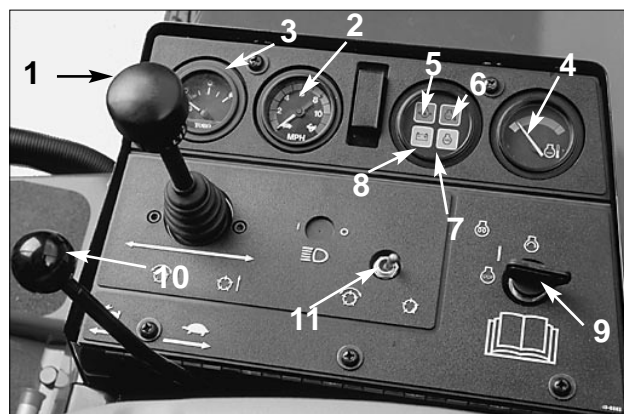

Fig. 10
**Hendel for senking/løfting av klippeenhetene** (fig. 10)—Denne løfter og senker klippeenhetene, samt starter og stopper sylindrene.
**Speedometer** (fig. 10)—Viser klipperens kjørehastighet.
**Drivstoffmåler** (fig. 10)—Viser hvor mye dieselloje det er igjen på tanken.
**Varsellampe, motorens oljetrykk** (fig. 10)—Angir farlig lavt oljetrykk.
**Varsellampe, motorens kjølevæsketemperatur** (fig. 10)—Lampen lyser og motoren stenges av hvis kjølevæsken blir farlig varm
**Varsellampe, glødeplugg** (fig. 10)—Denne lyser
**Ladelampe** (fig. 10)—Lysr når ladekretsen ikke virker.
**Tenningsbryter** (fig. 10)—Tre stillinger: OFF (AV), ON/Preheat (PÅ/forvarme) og START.
**Gasshåndtak** (fig. 10)—Føres frem for å øke motorens turtall; trekkes tilbake for å redusere det.
**Inn-/utkoblingsbryter** utkoblingsbryter (fig. 10)—Brukes sammen med kontrollen for *senking/løfting*. Virker på sylindrene.